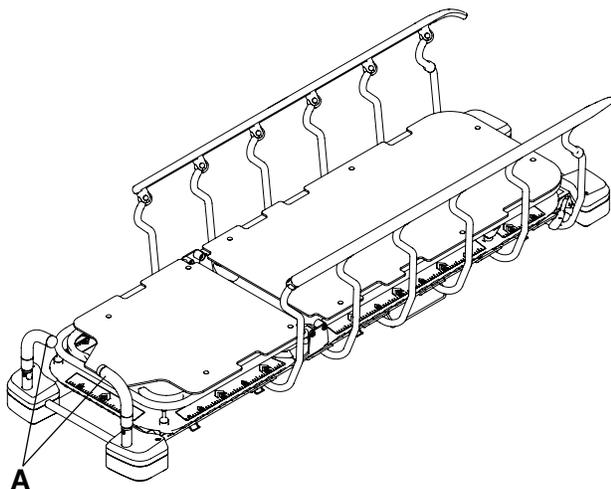

Рисунок 7 – Изменение положения ручек для толкания головного конца
2. Поверните ручки для толкания головного конца (A) в положение для применения (Рисунок 7).